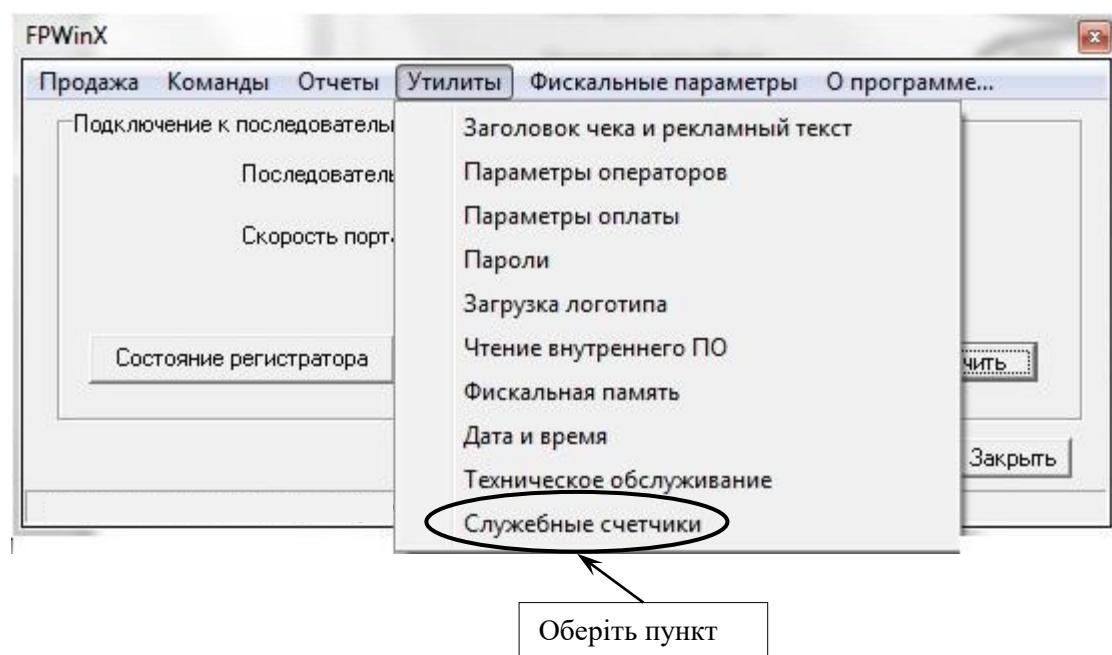

Рисунок 36
- у вікні програми обрати закладку «Утиліти», далі у випадаючому меню обрати пункт «Служебные счетчики» (рисунок 36);